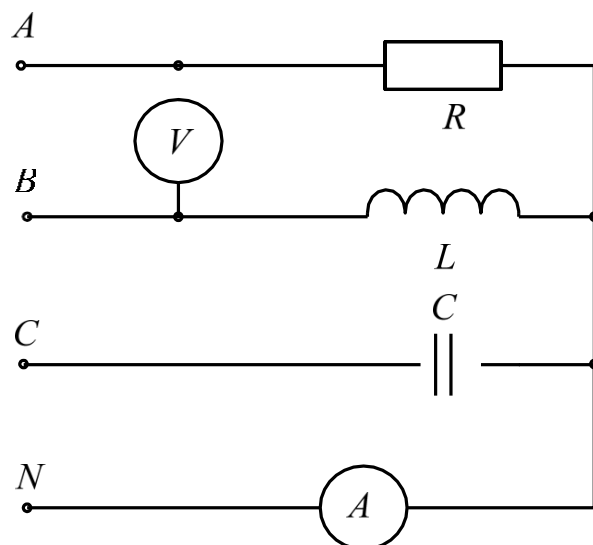

Рис. 3.2. Расчетная схема
**Задача 3.2.** В трехфазной цепи (рис. 3.2) с параметрами  $R = 10 \text{ Ом}$ ,  $x_L = x_C = 10 \text{ Ом}$  вольтметр показывает 220 В. Определить показание амперметра.